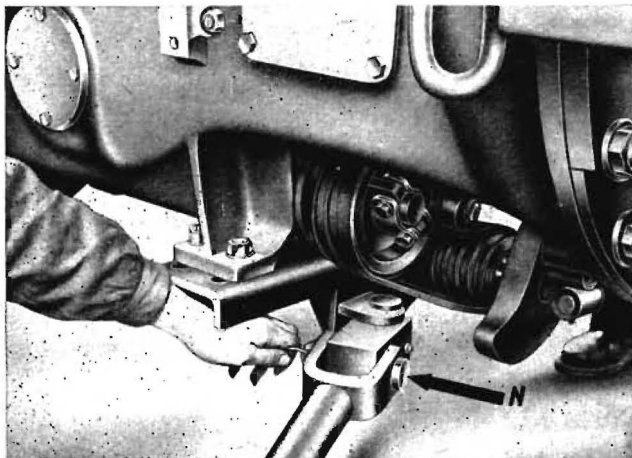

Bild 10
a) Schleppbalken an das Viekantstück anhalten und durch Bolzen (N) verriegeln. Sichern mit Federstecker. (Bild 10)